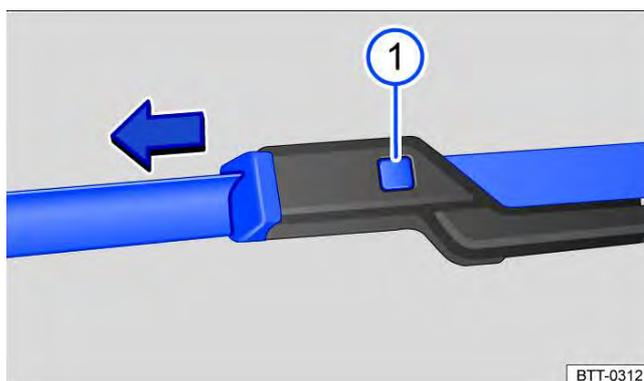

Fig. 135 Substituir as palhetas dos limpadores do para-brisa.
- Manter o botão de destravamento → Fig. 135 ❶ pressionado e, ao mesmo tempo, retirar a palheta do limpador do para-brisa no sentido da seta.